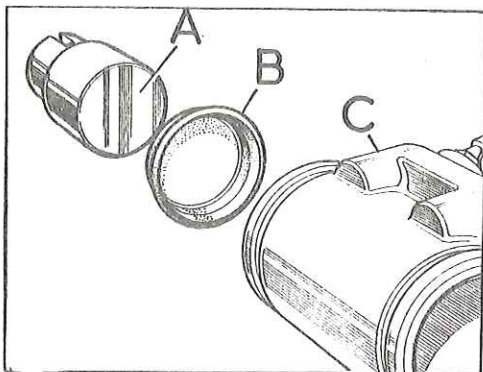

Fig. H-47 Posición de la empaquetadura
- 3.3. Situar en el cilindro de rueda sus componentes, pero de forma que la parte plana de las gomas, B (Fig. H-47) se apoye contra el émbolo, A.